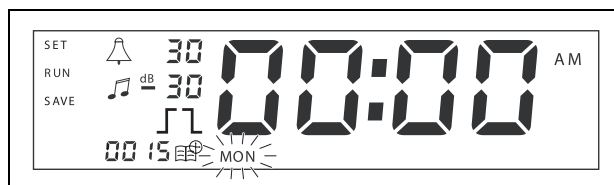

figura 7.2: Programación del día y la hora del evento
- 4 Pulse y mantenga pulsado el selector giratorio para comenzar la secuencia de programación. La pantalla completa reaparecerá y el día de la semana comenzará a parpadear (véase figura 7.2).